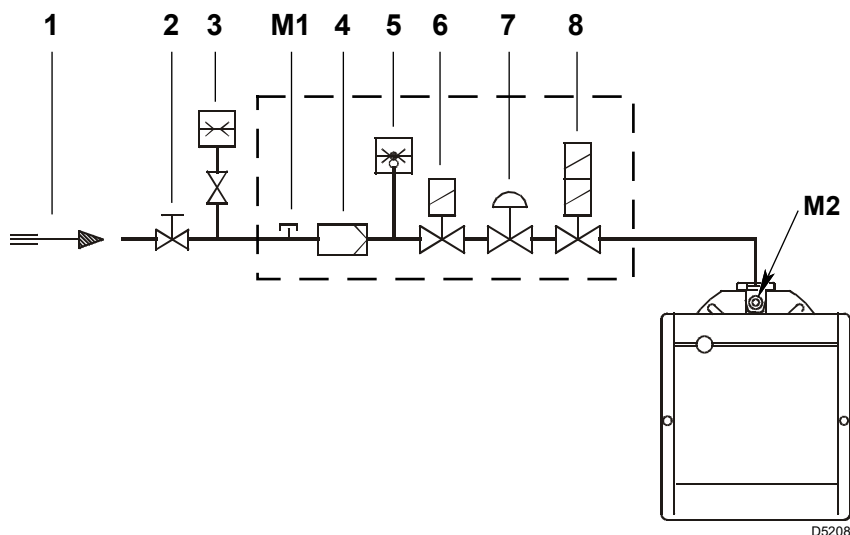

Fig. 16
Legenda (Fig. 16)
Pressão do gás medida na tomada M2)(Fig. 16 na pág. 19), com:
- subtraia da pressão do gás na tomada M2)(Fig. 16 na pág. 19) a pressão na câmara de combustão.
Pressão do gás na tomada M2)(Fig. 16) = 10 mbar
Pelo contrário, para conhecer a pressão do gás necessária na tomada M2)(Fig. 16), uma vez fixada a potência máxima de modulação à qual se deseja que o queimador funcione:
- Leia à direita, coluna 1, a pressão na tomada M2)(Fig. 16 na pág. 19).